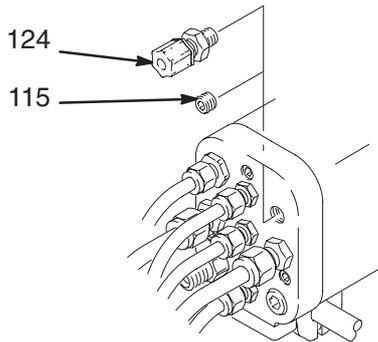

Fig. 5
1. Sacar el tapón de 1/8 npt (115) de la puerta para fibra óptica del colector e instalar el conector de fibra óptica negro (124). Ver la Fig. 5.